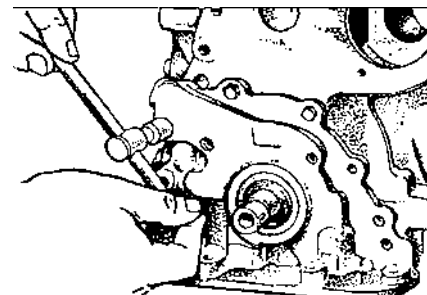

Рис. 2.24.9. Отворачивание болтов крепления масляного насоса и его снятие.
9. Отвернуть болты и снять: держатель манжеты с прокладкой и масляный насос с прокладкой (рис. 2.24.9).